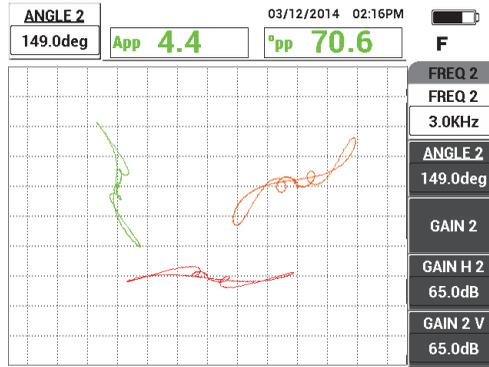

Figure 5-142 Réglage de l'angle du signal pour la fréquence 2 sur l'anneau d'appui
8. Appuyez deux fois sur la touche ANGLE (◁), et puis réglez l'angle du signal de fréquence 2 (rouge) de l'anneau d'appui, de manière à ce qu'il soit presque en position horizontale (voir la Figure 5-142 à la page 243).